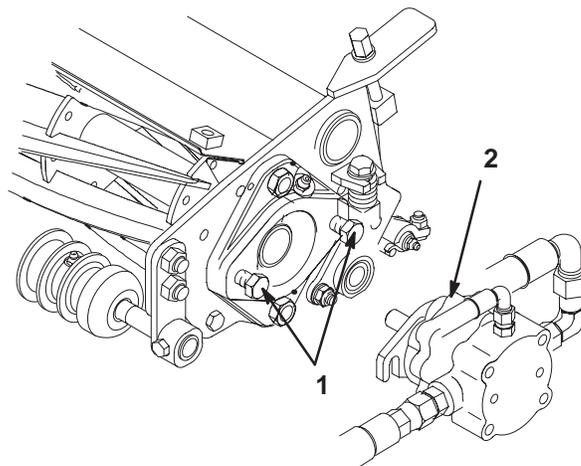

Bild 14
9. Bringen Sie die Befestigungs-Kopfschrauben an, mit denen die Spindeltriebsmotoren an jedem Mähwerk befestigt werden. Lassen Sie ungefähr 13 mm Gewinde an jeder Befestigungs-Kopfschraube sichtbar (Bild 14).
11. Fetten Sie die Keilwelle des Motors mit frischem Fett ein und bringen den Motor durch Drehen im Uhrzeigersinn an, so dass die Motorflansche von den Bolzen entfernt sind. Drehen Sie dann den Motor entgegen dem Uhrzeigersinn, bis die Flansche die Bolzen umhüllen. Ziehen Sie jetzt die Befestigungsmuttern fest (Bild 14).